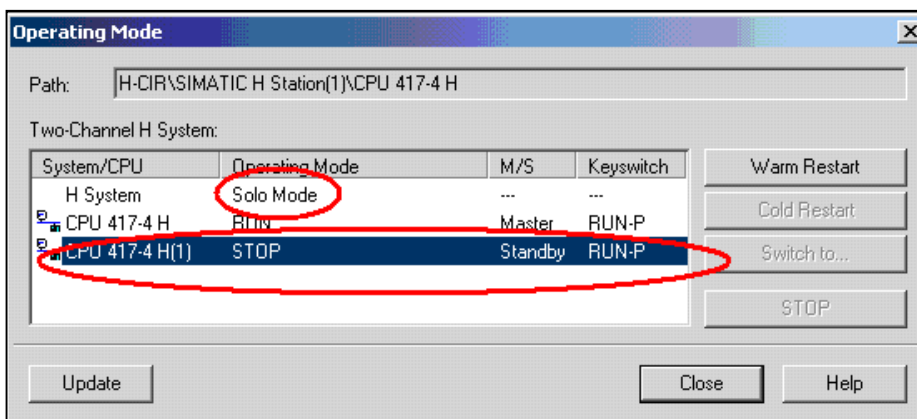

图 4-7 H 系统的 SOLO 模式
(8) 系统处于单机运行模式（Solo Mode），如图 4-7 所示：